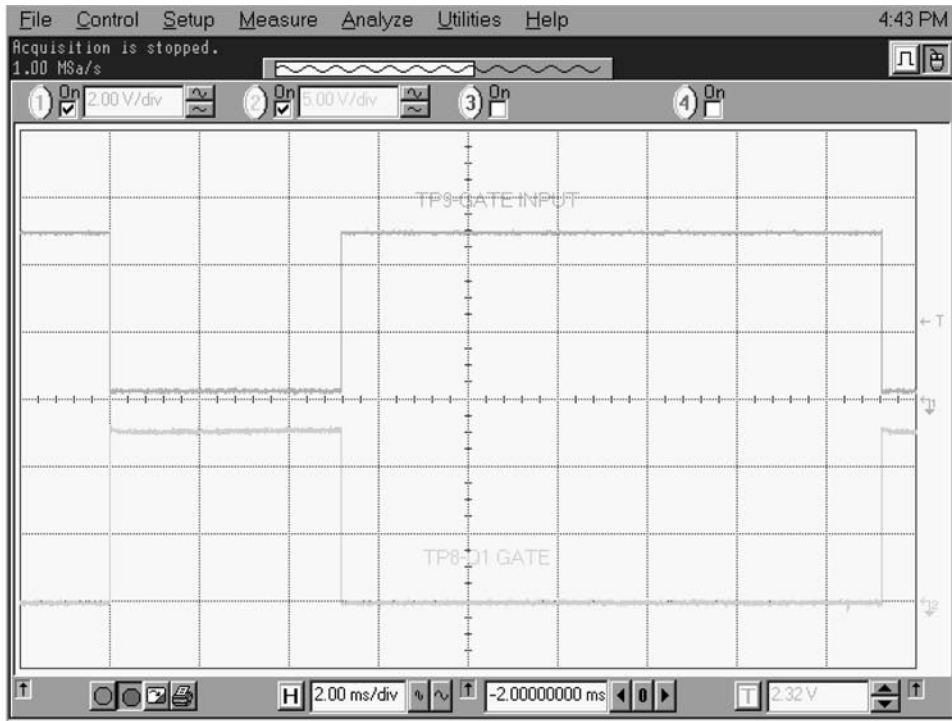

图 5.36 – 选通脉冲
18. 检验 TP9 和 TP8 处的信号是否如图 5.36 所示。